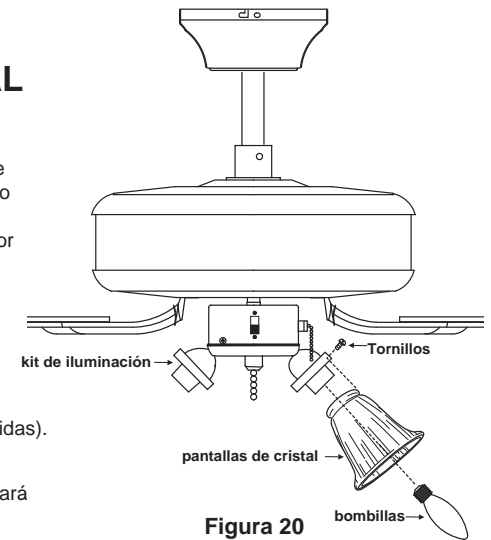

Figura 20
1. Inserte las pantallas de cristal en el kit de iluminación con los tornillos de mano. (Figura 20)
2. Instale las bombillas de candelabro de 40W (incluidas). (Figura 20)